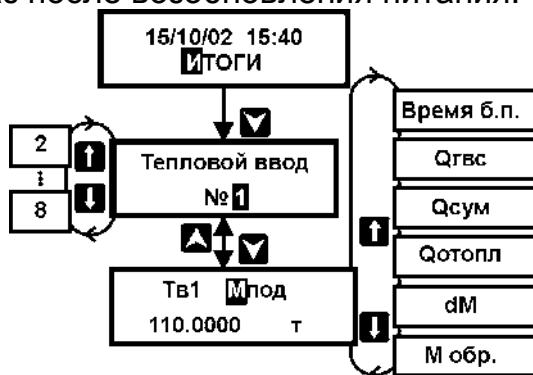

Рисунок 18 – Порядок действий по просмотру информации на дисплее
1. Установить кнопками или пункт меню 1-ого уровня ИТОГИ (рисунок 18);